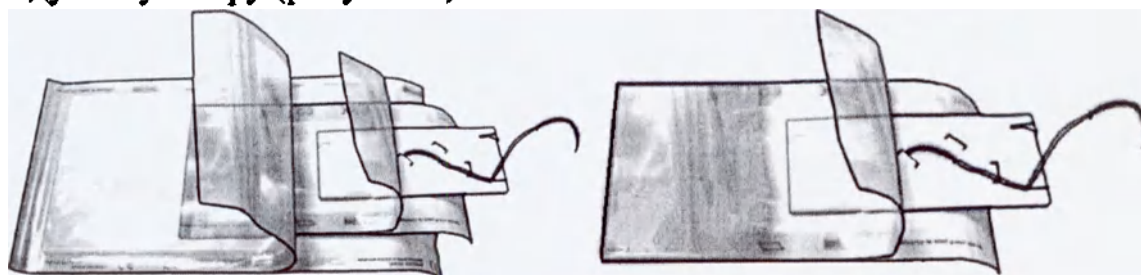

Рисунок 1
7.1 Нить с иглой (иглами), закрепленной (закрепленными) на фиксаторе игольных наконечников, зафиксированная в фиксаторе, помещенная в индивидуальную тару (рисунок 1).